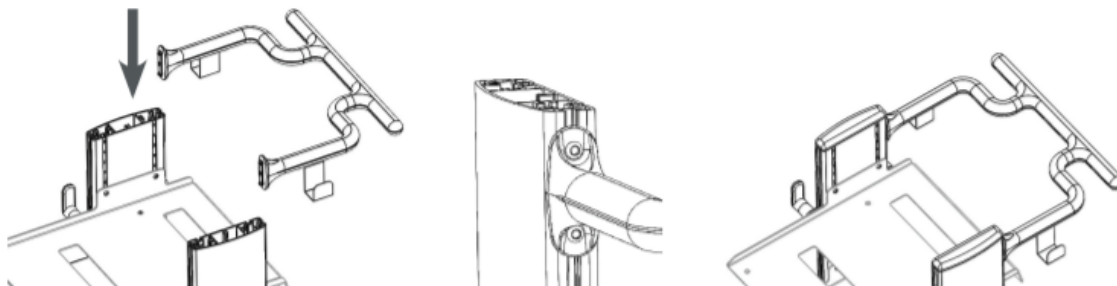

Рисунок 6 – Рукоятка в сборе
- б. Затяните все 4 винта на ручке тележки входящим в комплект шестигранным ключом 4 мм См. рисунок 6 ниже.